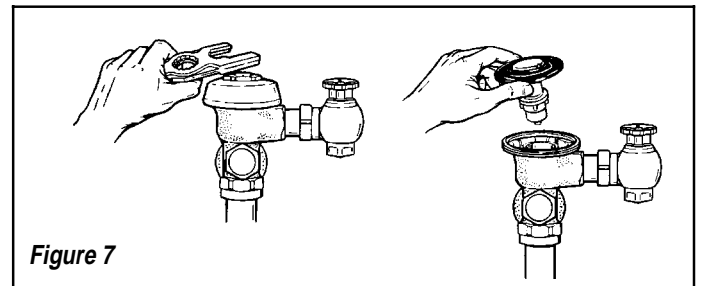

Figure 7
Étape 7 — Rinçage de la canalisation d'arrivée d'eau (Figure 7)